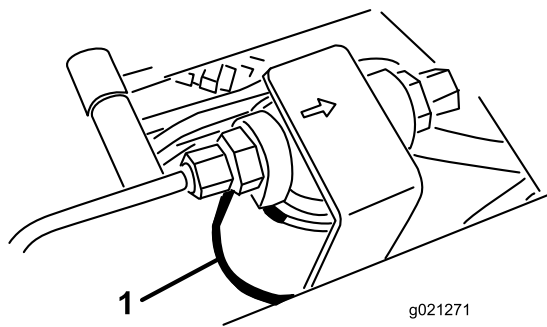
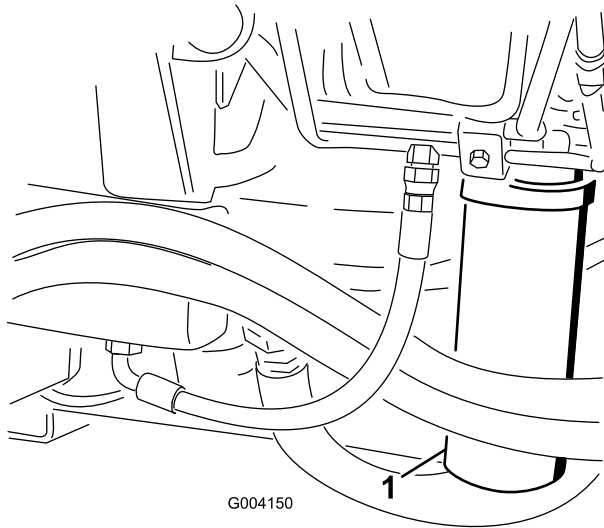

Figura 101
Figura 102
2. Limpie la zona alrededor de la zona de montaje del filtro y coloque un recipiente debajo del filtro (**Figura 101** y **Figura 102**).